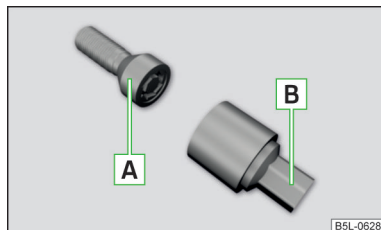

Fig. 152
Låseboltene beskytter hjulene mod tyveri. De kan kun **løsn**es/spændes fast med en adapter **B** » Fig. 152.
- › Sæt hjulnøglen helt ind over hjulbolten. Anvend den tilhørende adapter til låseboltene » Fig. 152 på side 124.